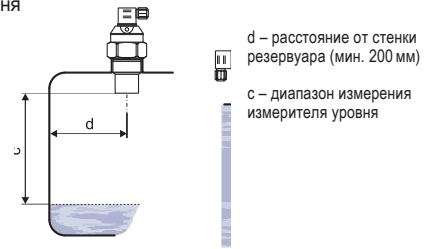

Рис. 3: Расстояние между измерителем уровня и стенкой резервуара
- Минимальные **размеры** при монтаже в крышке или полке резервуара приведены на рис. 3.